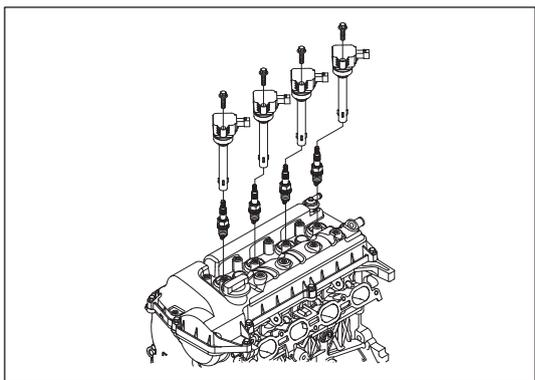

Рис. 12-2-10. Установка катушки зажигания
- (4) Установка катушки зажигания
- » Надежно подключить разъем жгута проводов катушки зажигания, как показано на рис. 12-2-10.